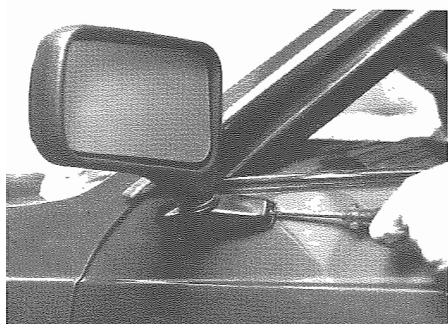

Fig. 1 - Vite di fissaggio
- Allentare la vite di fissaggio (**Fig. 1**); smuovere leggermente il retrovisore e smontarlo.
- Unscrew fixing screw (**Fig. 1**); lightly move the mirror and remove it.